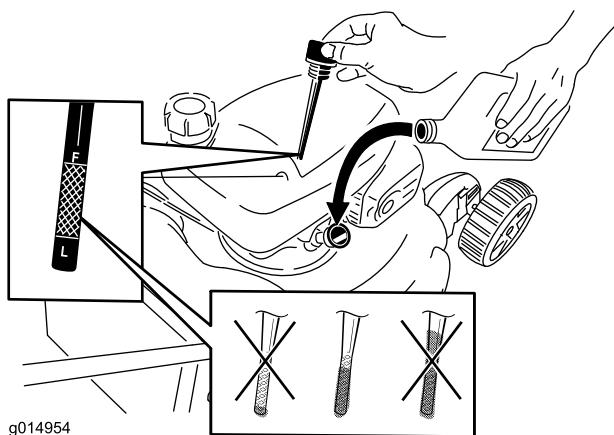

Figura 41
2. Togliete l'asta di livello (Figura 41).
4. Versate lentamente l'olio nel tubo di riempimento finché non raggiunge il segno di pieno sull'asta (Figura 41). **Non riempite troppo.** (Riempimento massimo: 0,59 litri, tipo: olio detergente SAE 30 con service classification API SF, SG, SH, SJ, SL o superiore.)